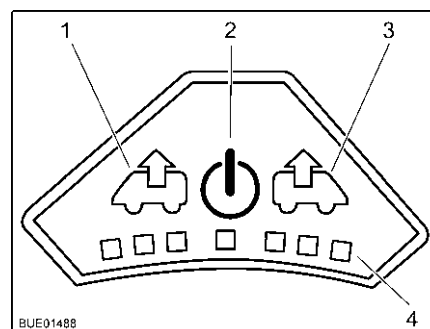

Fig. 95 Cuadro de mando del ventilador
- Pulsar la tecla On/Off (Fig. 95,2). El ventilador funciona en el modo confort (extracción con la velocidad más baja del ventilador).
- Para aumentar la velocidad del ventilador: Pulsar la tecla de extracción (Fig. 95,1). La velocidad del ventilador aumenta un nivel en el sentido de extracción de aire. Los LEDs (Fig. 95,4) muestran los niveles de ajuste.
- Para disminuir la velocidad del ventilador: Pulsar la tecla de ventilación (Fig. 95,3). La velocidad del ventilador disminuye un nivel.
- Para aumentar la velocidad del ventilador: Pulsar la tecla de ventilación (Fig. 95,3). La velocidad del ventilador aumenta un nivel en el sentido de ventilación. Los LEDs (Fig. 95,4) muestran los niveles de ajuste.
- Para disminuir la velocidad del ventilador: Pulsar la tecla de extracción (Fig. 95,1). La velocidad del ventilador disminuye un nivel.
- Pulsar la tecla On/Off (Fig. 95,2). El ventilador se detiene, los LEDs se apagan.